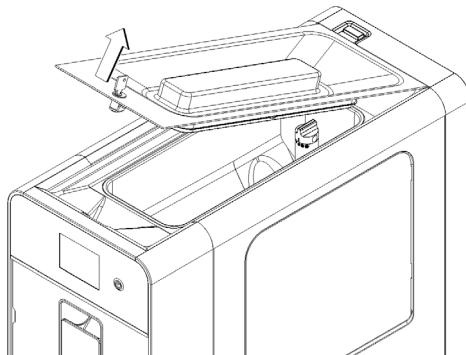

figura 16
- 1 Rimuovere il coperchio superiore.(vedere figura 16)